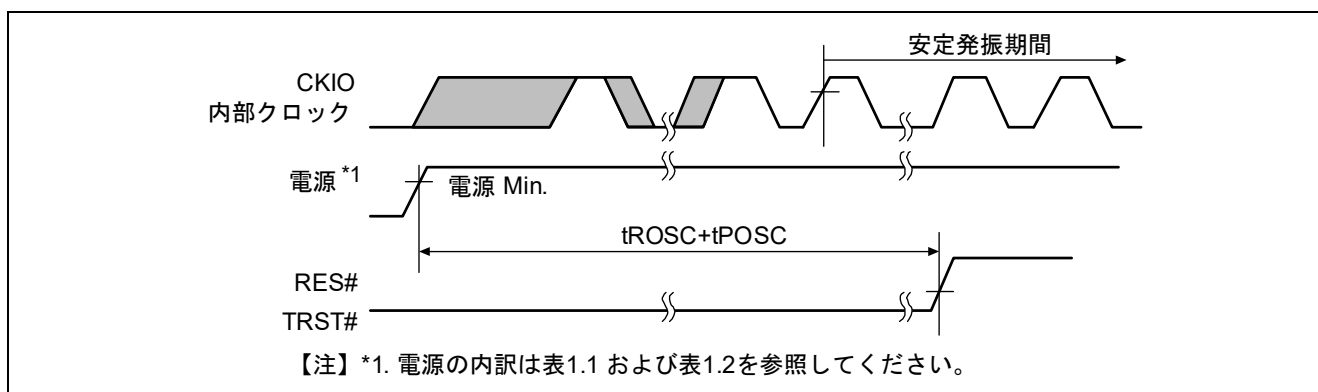

図 2.5 パワーオン発振安定時間
*3. 詳細は表 2.2 および図 2.5 を参照してください。
パワーオン発振安定時間は電源がMin値以上になってからRES#端子がVIL Max以上になるまでの時間で規定されます。表2.2にパワーオン発振安定時間のタイミング規定を、図2.5にパワーオン発振安定時間を示します。